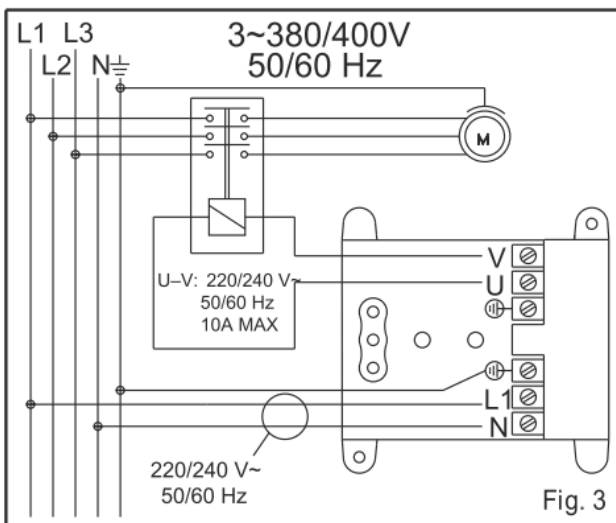

Fig. 3
Kontrollera att strömförsörjningen är 220/240 V Demontera locket (1) och anslut enligt diagram på plint (2) För 3-fas anslutning se fig. 3 (styrning av kontaktor med 1-fas spole)